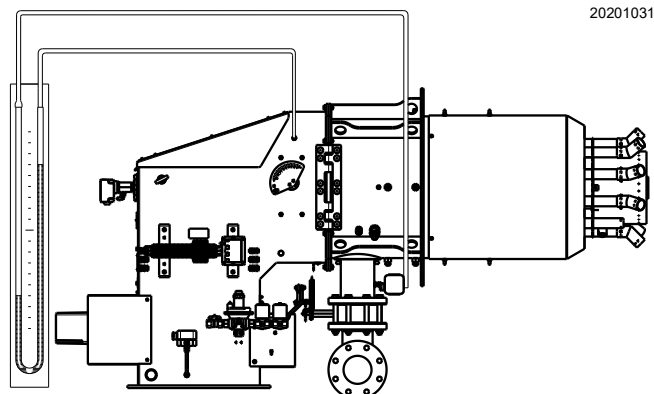

图 21
将燃烧器固定到锅炉之前，拆下螺丝和相关螺母 1)，图 16)，将扇形轮放置在所需设定点 1 - 7（图 21）处，安装燃烧器随附的螺丝 2)。扇形轮上的 TP 位置仅作运输途中保护机械部件之用。
- ▶ 安装一个U型压力计或差压压力计（图 21），插座的 (+) 端为管路接口的燃气压力，(-) 端在炉膛内。压力表读数，用以计算燃烧器的最大出力。
管接头处的 U 形压力表 (第 22 页图 21) 或该处压力测试点上的数字压力表在燃气达到此处时显示燃气压力。